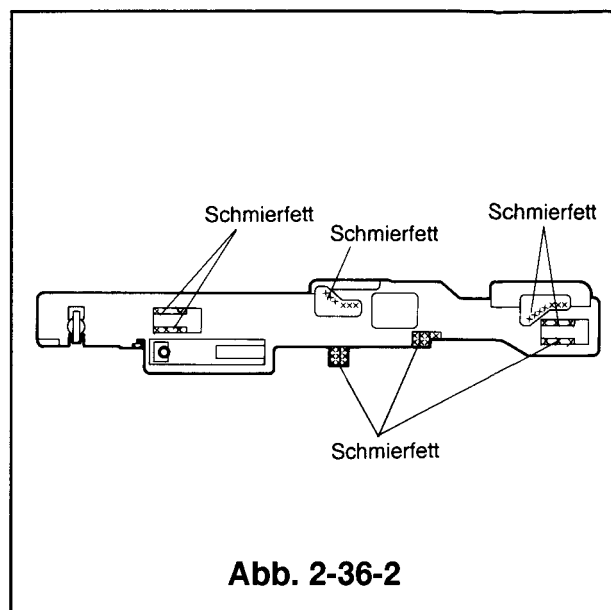

Abb. 2-36-2
- ① Schmierfett (PG-641)[859D055O30] im in Abb.2-36-2 gezeigten Bereich der neuen Nockenplatte C auftragen.